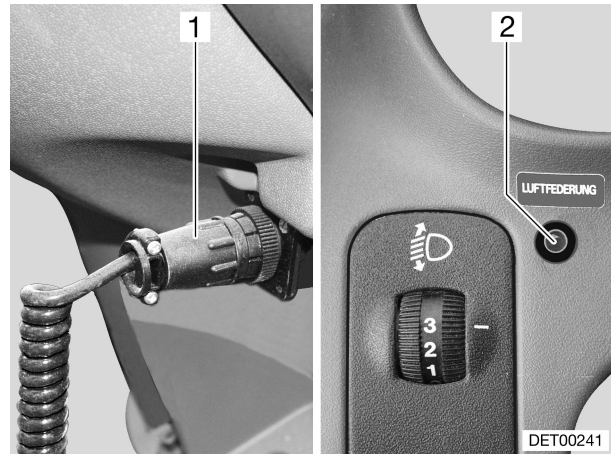

Bild 5 Luftfederung
- ▲ Die Fernbedienung immer in der dafür vorgesehenen Steckdose (Bild 5,1) eingesteckt lassen. Andernfalls erfolgt keine Niveauregelung oder ordnungsgemäße Systemüberwachung.
Die Kontroll-Leuchte (Bild 5,2) am Armaturenbrett zeigt die Betriebszustände der Hinterachs-Luftfederung an.